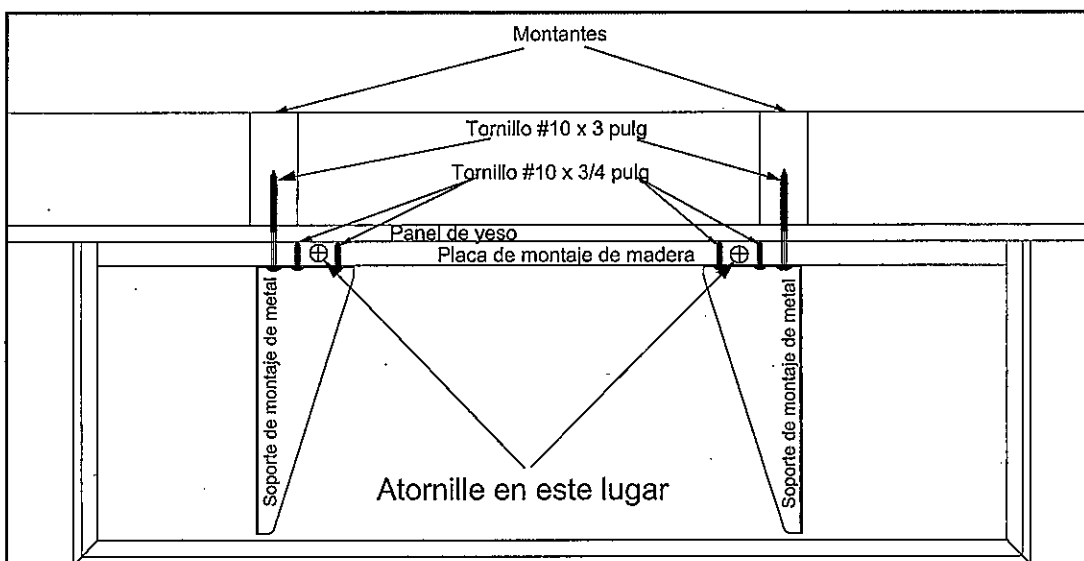

FIG. 08
**Paso 8:** Cuando considere que el estante flotante está colocado correctamente, atornille el estante flotante a la placa de montaje de madera como se muestra. Cuando utilice los tornillos de cabeza plana #6 x 3/4 pulg, perforo orificios guía de 3,17 mm de diámetro en los estantes flotantes, en los dos lugares que se muestran en la Fig. 08 antes de insertar los tornillos.